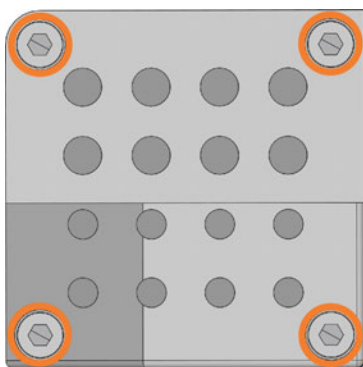
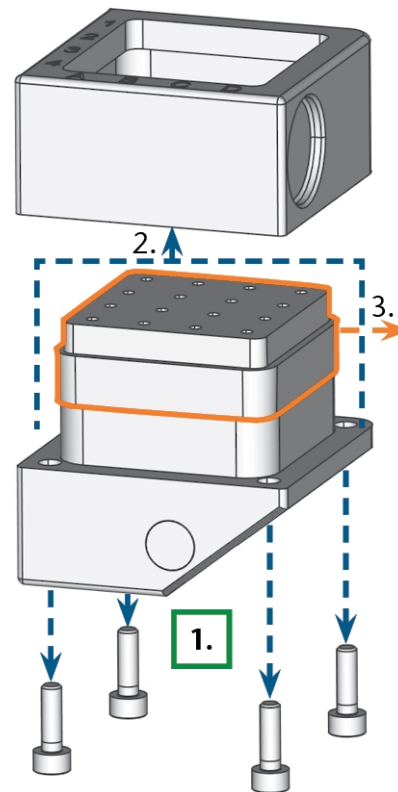

FIG. 90 – LOS 4 TORNILLOS SITUADOS EN LA PARTE INFERIOR DEL ALMACÉN DE HERRAMIENTAS (MARCADO EN NARANJA)
FIG. 91 – DESARMAR EL ALMACÉN DE HERRAMIENTAS Y RETIRAR EL INSERTO
5. Desatornille los 4 tornillos situados en la parte inferior del almacén de herramientas (↗ Fig. 90 – abajo, ↗ Fig. 91 – abajo, paso 1).
6. Levante la cubierta del almacén (↗ Fig. 91 – abajo, paso 2).
7. Retire el inserto del almacén de herramientas existente (↗ Fig. 91 – abajo, paso 3) y sustitúyalo por uno nuevo.